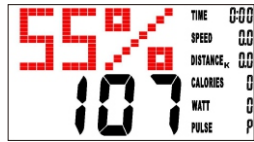

图19
5. 若选定H.R.C., 则于点矩阵显示其中的一项(图19), 可以 UP & DOWN 键选择55%、75%、90%、TARGET, 选择中点矩阵以1Hz闪烁显示, 并于PULSE视窗显示依照年龄所算出的预设值; 如选择TARGET, 选定后大8视窗显示100, 并闪烁此时可按 UP & DOWN 键设定 TARGET 值 (30~240), UP & DOWN 键具循环功能。